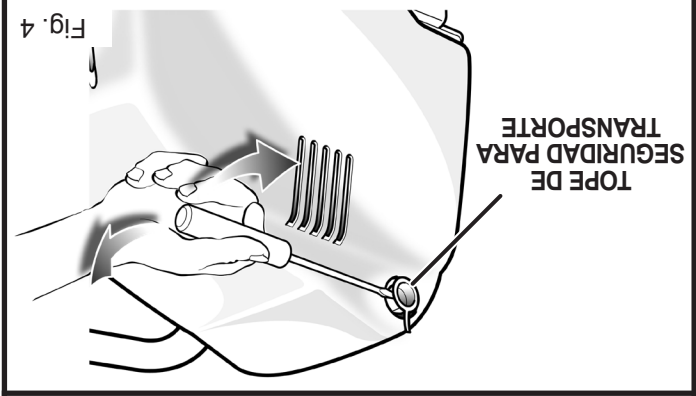

Fig. 4
- Con un destornillador (o con una herramienta puntiaguda similar), extraiga el tope de seguridad para transporte (Fig. 4 - 5).